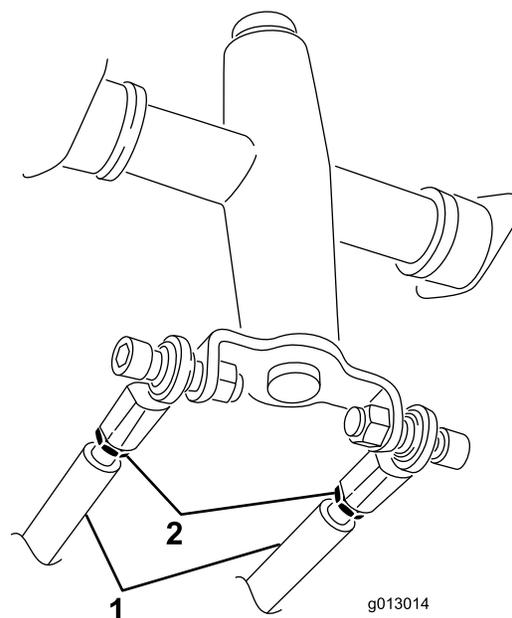

Bild 57
3. Lösen Sie die Klemmmuttern an den Zugstangen unter dem Armaturenbrett (Bild 57).